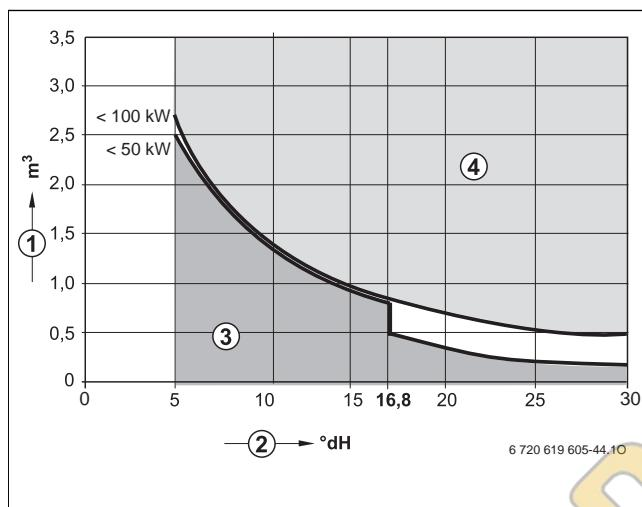

Рис. 6 Требования к воде для заполнения отдельного котла мощностью до 100 кВт
- Заполняйте систему только чистой водопроводной водой (учтывайте график на рис. 6).
- Если фактически необходимое количество воды для заполнения системы больше, чем объём воды за весь срок службы ( $\rightarrow$  рис. 6), то необходимо провести обработку воды. При этом можно использовать только разрешённые фирмой Buderus химикаты, средства для обработки воды и др.